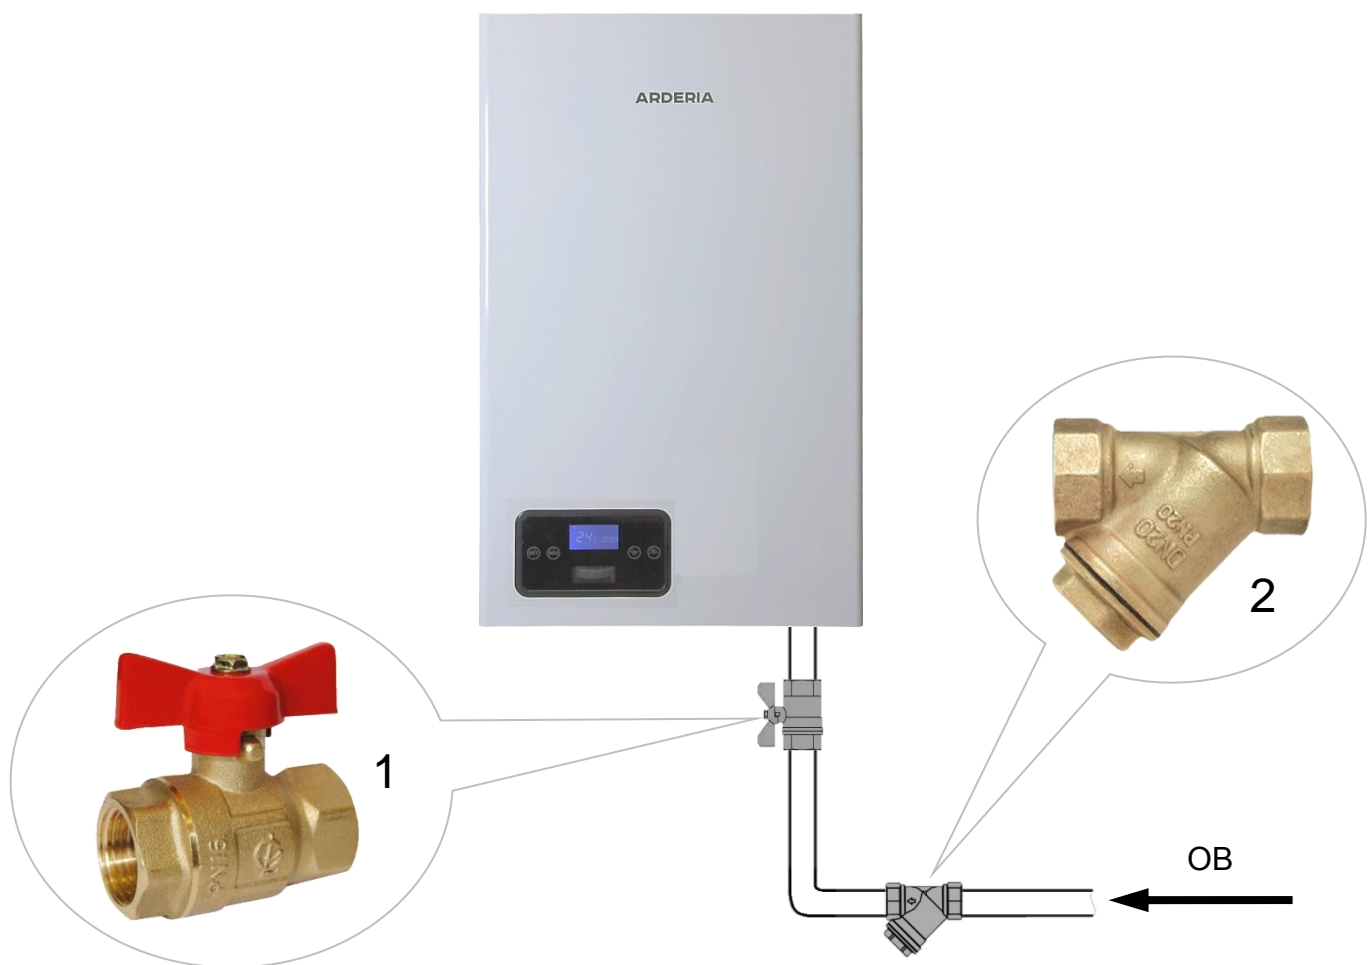

Рис. 19 Монтаж труб системы отопления
- Для осуществления ТО электродвигателя, **рекомендуется** перед присоединительными патрубками котла установить запорные краны, которые **должны** быть расположены так, чтобы их поворотные ручки были доступны (См. Рис. 19).
- **Настоятельно рекомендуется** на обратном трубопроводе СО, на входе ОВ в электродкотёл установить косой сетчатый фильтр для очистки ОВ от нежелательных примесей и отложений (См. Рис. 19). Рекомендуется устанавливать фильтр с сеткой (фильтрующим элементом), у которой размеры ячеек 300-500 микрон.